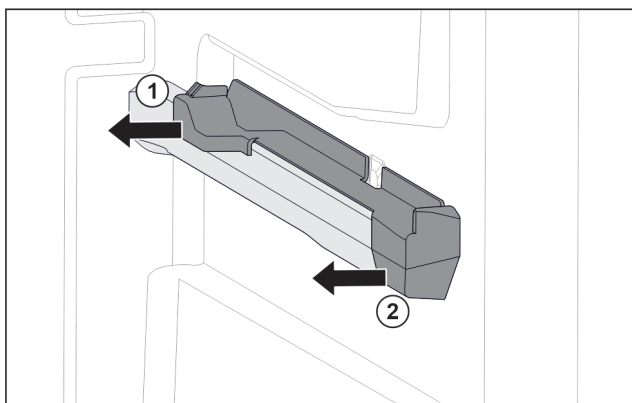

Fig. 58 Nasazovací díl na pravém žebrování na nádoby
- ▶ Stáhněte nasazovací díl vzadu na stranu. Fig. 58 (1)
- ▶ Stáhněte nasazovací díl vpředu na stranu. Fig. 58 (2)